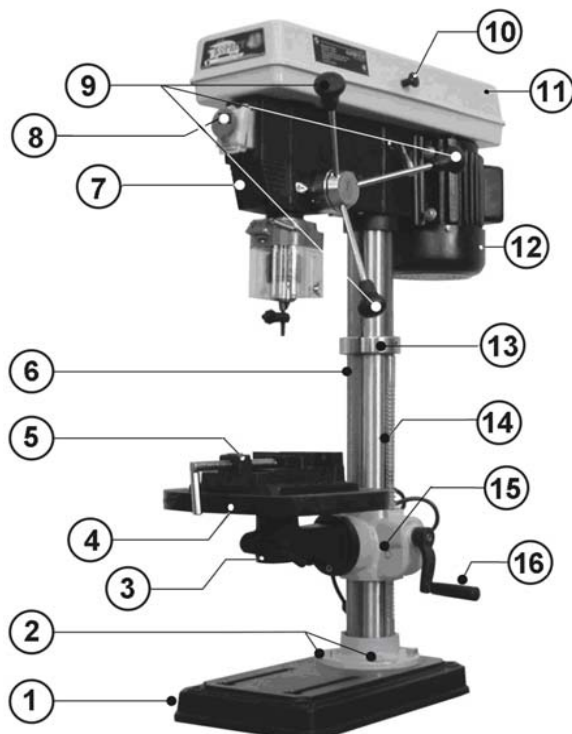

Рис. 1
Станок состоит из следующих сборочных единиц и деталей, Рис.1:
9. СБОРКА И РЕГУЛИРОВКА, Рис. 1- 7
9.6. Аккуратно установите на колонну (6) шпиндельную головку (7). Поворачивая шпиндельную головку (7) на колонне (6), убедитесь, что она села до упора, зафиксируйте её на колонне (6) двумя винтами, Рис.1.
9.7. Установите рукоятки (9) как показано на Рис.1
9.9. Установите и закрепите ручку (10) на защитном кожухе (11), Рис.1.